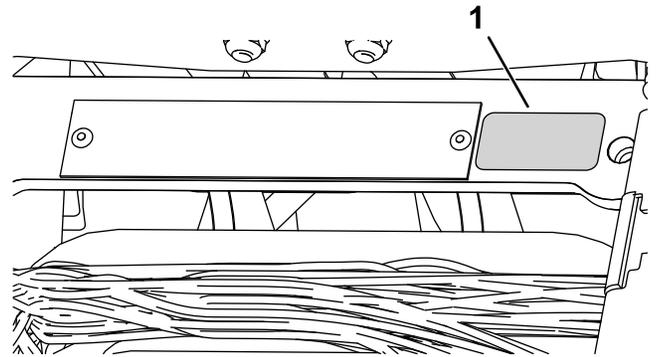

図 11
- シリアルプレートの近くに製造年表示ステッカーを貼りつける 図 11。